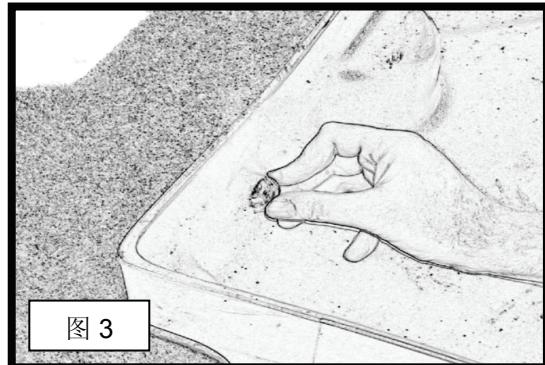
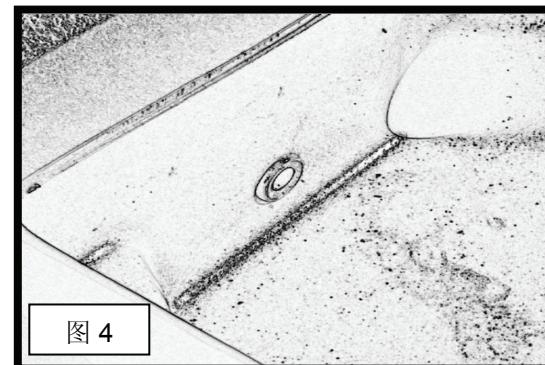

图 3
图 4
3) 将橡皮密封环插入钻孔内（见图 3）。用螺丝刀头和油灰刀沿着钻孔四周使密封环“进入”。从液体收集槽的两边使密封环插入孔眼中。密封环正确到位后，看上去应与图 4 所示情形一样。一个位置相对的液体收集槽上重复步骤三的操作。